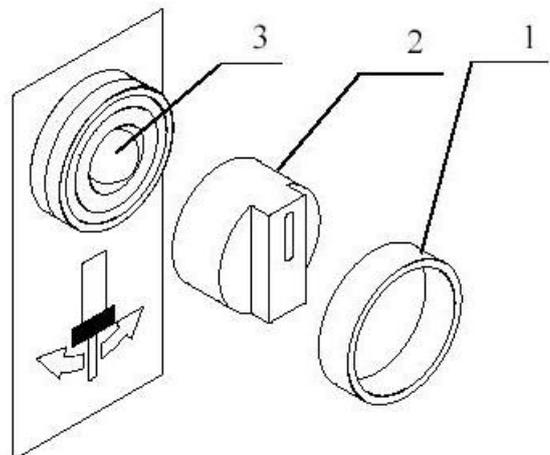

Fig. 61
1. Dévisser la couronne de fixation de l'interrupteur (Fig. 61/1).
2. Par une petite rotation débloquer la protection transparente de l'ampoule (Fig. 61/2).
3. Enlever d'une manière analogue l'ampoule à remplacer (Fig. 61/3).